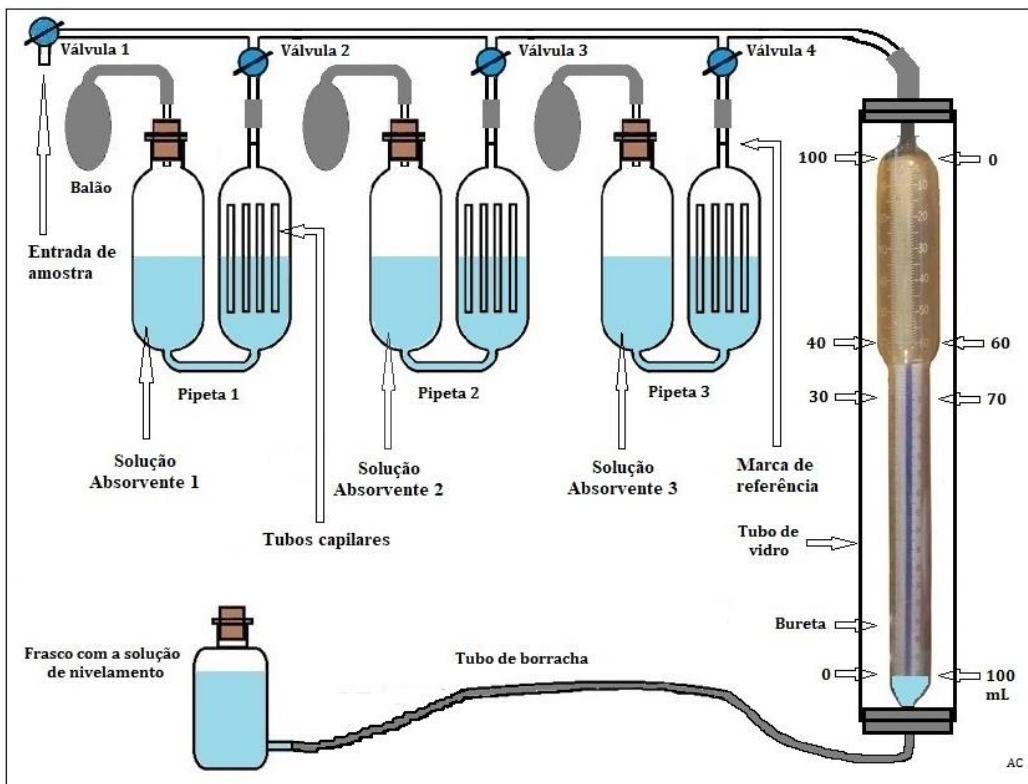

Figura 2 - Esquema do analisador de gases
Como o aparelho é transportável pode ser feita amostragem instantânea ligando na entrada da montagem (figura 2) um acessório para fazer a recolha de amostra.
- Tapar as pipetas com a rolha e o balão e ligá-las à linha de torneiras (uniões de borracha), como mostrado na figura 2.